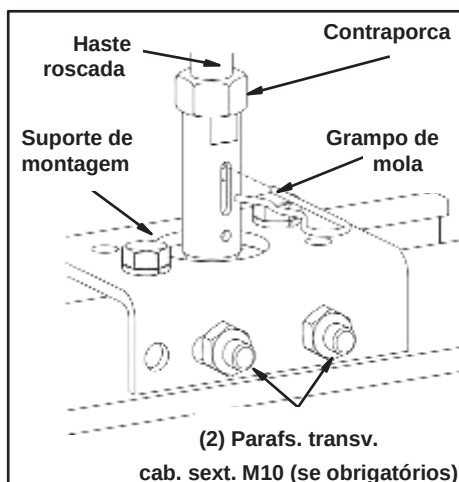
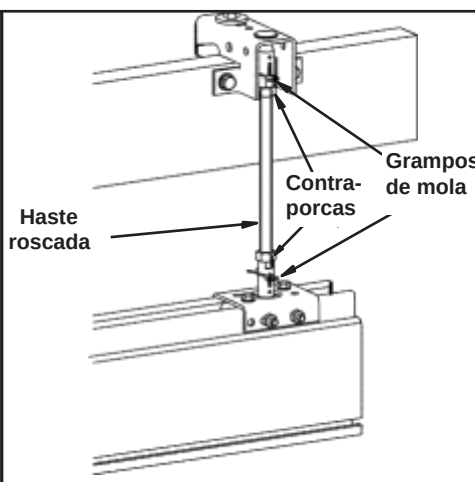

Figura 3-24
Figura 3-25
- Etapa 2. Verifique se as roscas estão visíveis nas ranhuras roscadas enquanto nivela o sistema. Consulte a Figura 3-24.
- Etapa 4. Aperte os dois (2) parafusos de cabeça sextavada M10 x 30 mm para travar o suporte de montagem no trilho.
- Etapa 5. Aperte as contraporcas sextavadas M16 em cada conector de haste para travar a haste no conector. Consulte a Figura 3-25.